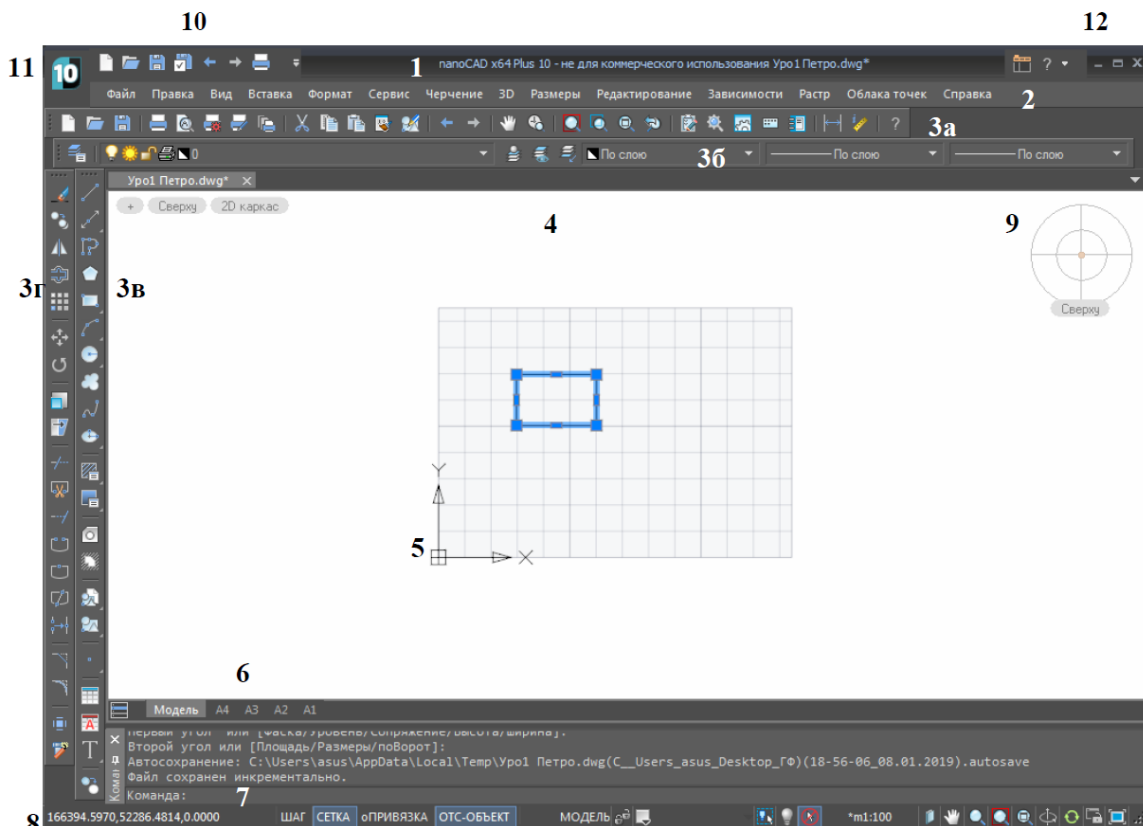

Рисунок 2.1 – Рабочее окно программы nanoCAD
Главное окно программы NanoCAD (рис. 2.1) можно разделить на следующие функциональные зоны:
2. Загрузить программу nanoCAD и настроить рабочее окно в соответствии с рис. 2.1.: